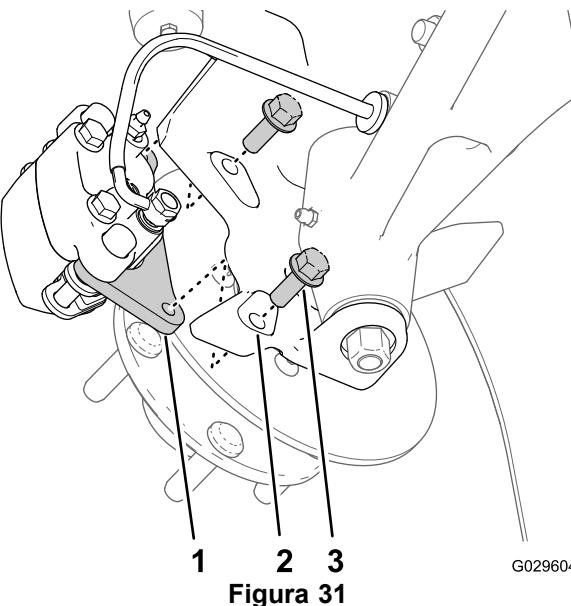
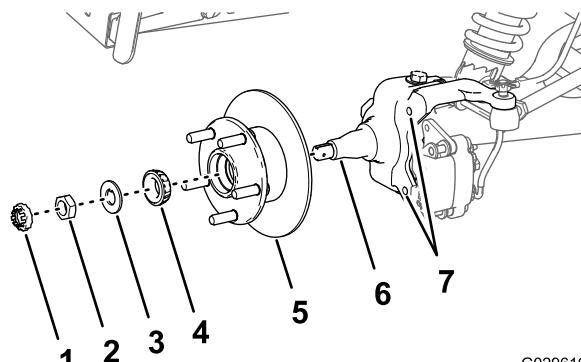

Figura 31
Figura 35
3. Togliete i bulloni a testa flangiata (3/8 x 1 poll.) che fissano la staffa del gruppo del freno al mandrino e separate il freno dal mandrino (Figura 31).
1. Lubrificate leggermente il mandrino con il grasso specificato (Figura 35).
2. Montate il mozzo e il rotore sul mandrino con il rotore verso l'interno (Figura 35).
3. Montate il cuscinetto esterno sul mandrino e inserite il cuscinetto sull'anello esterno (Figura 35).
4. Montate la rondella di sicurezza sul mandrino (Figura 35).
5. Avvitate il dado del mandrino sul mandrino e serrate il dado mentre ruotate il mozzo (Figura 35).
2. Allineate le pastiglie dei freni su ciascun lato del rotore (Figura 31) e i fori sulla staffa della pinza con i fori sul supporto del freno del telaio del mandrino (Figura 35).
3. Montate la staffa della pinza sul telaio del mandrino (Figura 31) con 2 bulloni a testa flangiata (3/8 x 1 poll.) e serrate i bulloni a una coppia di 47–54 N ·cm.